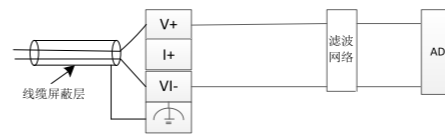

图 4-1 电压输入配线图
- 电压输入时，请从 V+和 VI-输入，如图 4-1 所示，注意不要超过电压输入量程。